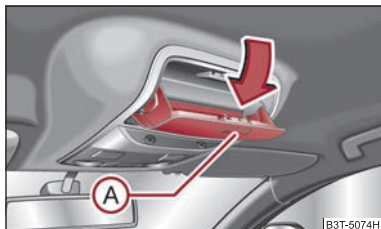

Fig. 108 Escotadura del revestimiento interior del techo: Compartimento guardagafas
- Presione la tecla **(A)** ⇒ fig. 108, el portaobjetos se abatirá hacia abajo.